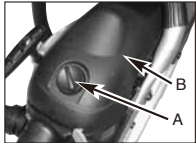

Fig. 18A
2. Fjern knappen (A), som holder luftfilterdækslet på plads, fjern topdækslet (B) ved at løsne skrueene. Dækslet tages af. (Fig.18A)